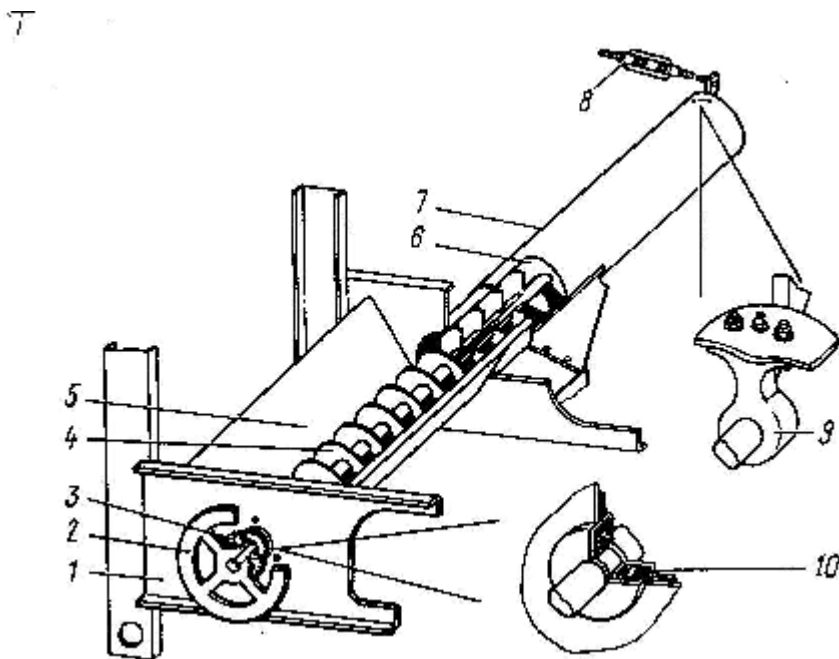

Рис. 9 Шнек фуражных отходов
4.6. Шнек фуражных отходов. Кожух шнека (рис. 9) состоит из корпуса 5, сваренного в раму 1, и съемной надставки 7. Вал шнека - составной, из двух частей: сплошного вала 6, вставленного в трубчатый вал 4. При соединении частей необходимо совместить паз в труде со шпонкой, приваренной к валу. Вал шнека с одного конца опирается на подшипник качения 10, с другого - на подшипник скольжения 9. На приводном конце вала закреплены шкив и звездочка.